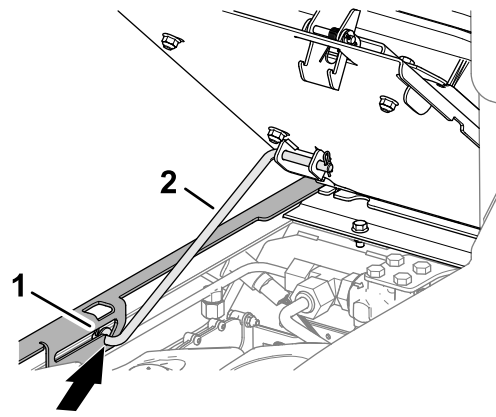

Bild 101
3. Vergewissern Sie sich, dass die vordere Stützstange korrekt in der Schlitzraste der Stangen-Führungsplatte sitzt (Bild 101).